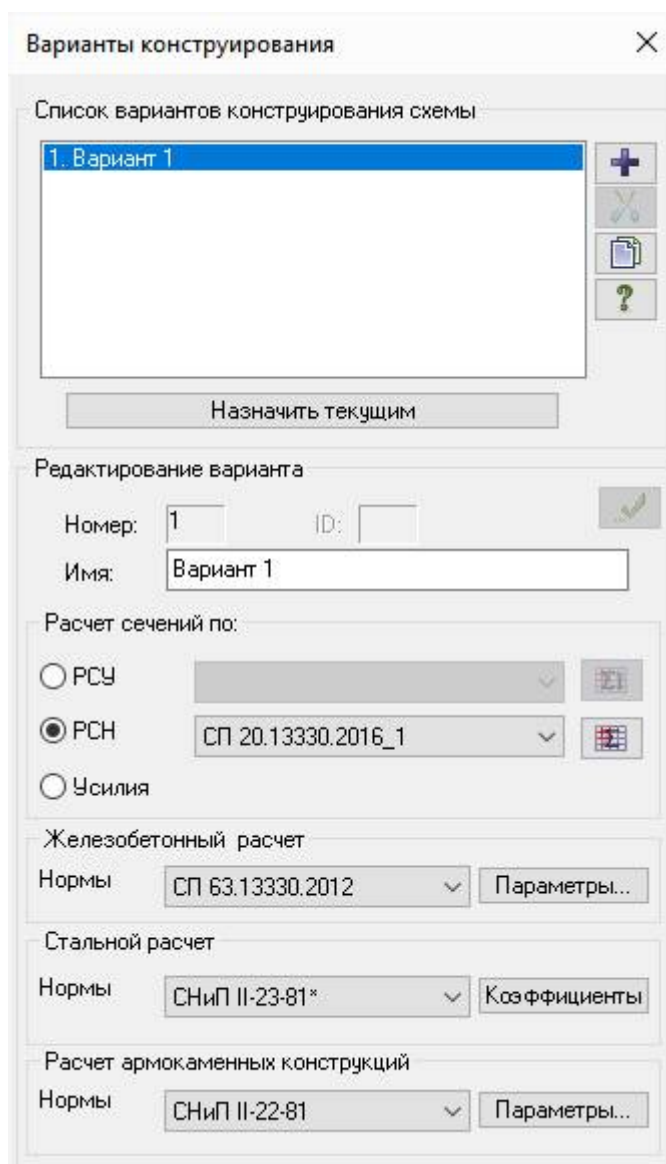

Рис.19.11. Диалоговое окно **Варианты конструирования**
- Вызовите диалоговое окно **Варианты конструирования** (рис.19.11) щелчком по кнопке  – **Варианты конструирования** (панель **Конструирование** на вкладке **Создание и редактирование**).